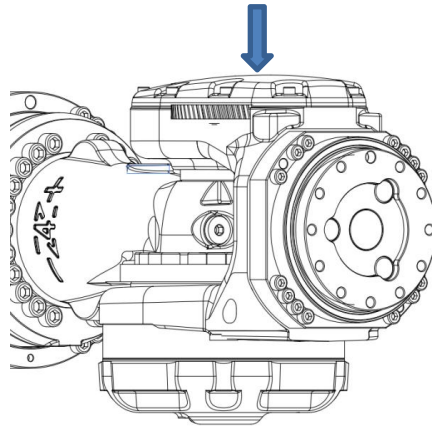

图6-10：机器人A6轴加油示意图
- (1) 转动机器人，将6轴油口转至向上状态（如图6-10）。